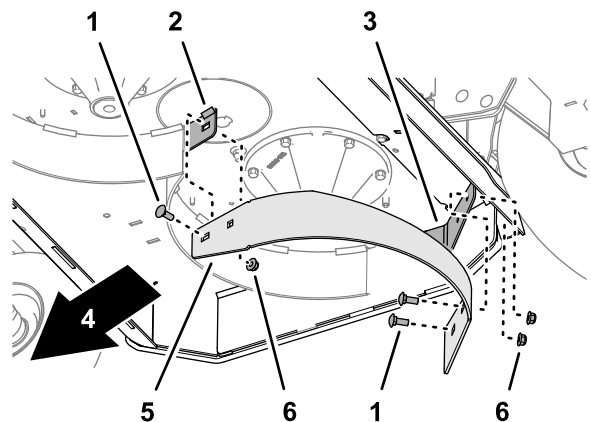

Figura 13
3. Retire los 3 pernos de cuello cuadrado ($\frac{3}{8}$ " x 1") y las 3 contratuercas con arandela prensada ($\frac{3}{8}$ ") que sujetan el deflector derecho a la pestaña de la placa de picado y al deflector pequeño de la carcasa de corte, y retire el deflector izquierdo (Figura 13).